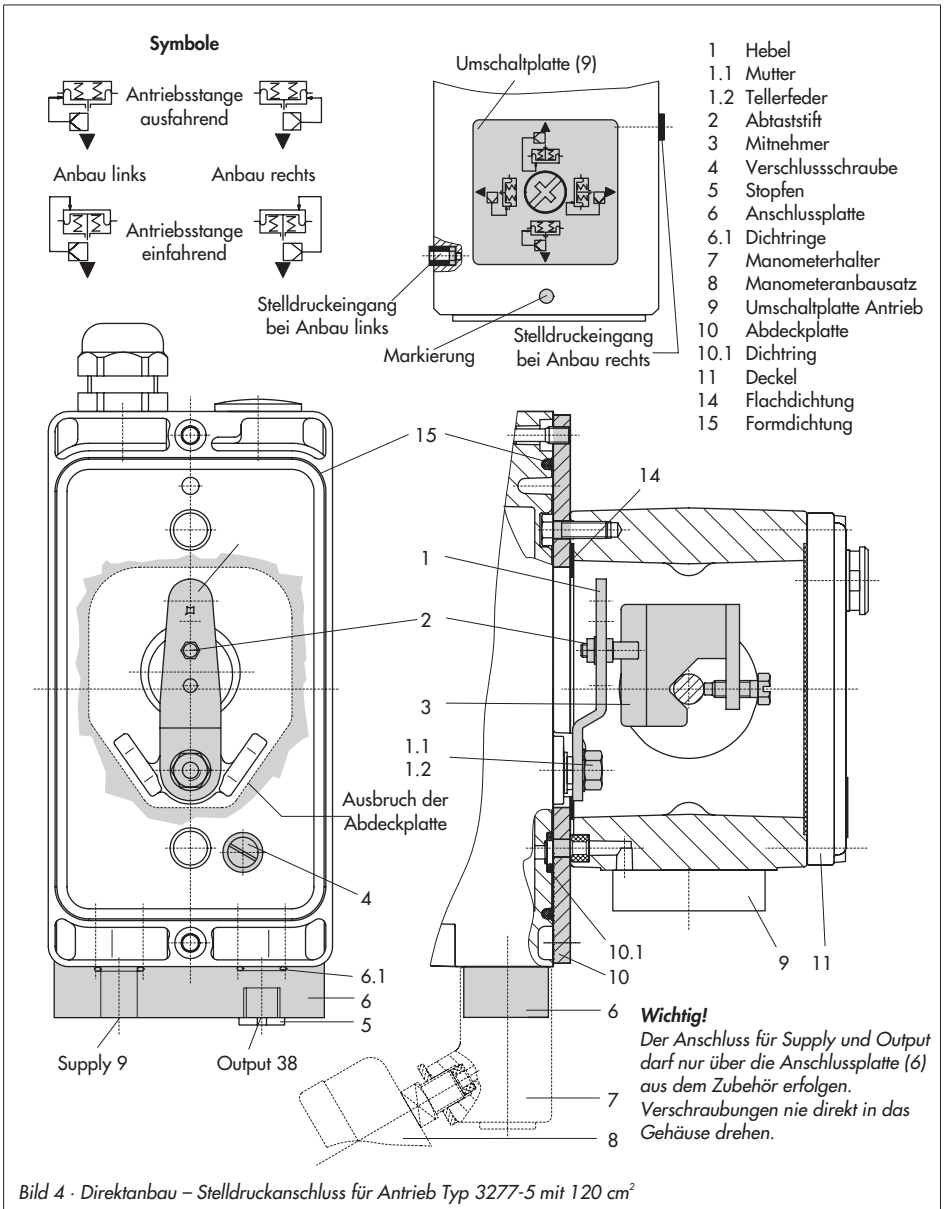

Bild 4 · Direktanbau – Stelldruckanschluss für Antrieb Typ 3277-5 mit 120 cm²
1. Anschlussplatte (6) oder Manometerhalter (7) mit Manometern am Stellungsregler montieren, auf richtigen Sitz der beiden Dichtringe (6.1) achten.
2. Verschlusschraube (4) auf der Stellungsreglerrückseite entfernen und den Stelldruckausgang „Output 38“ an der Anschlussplatte (6) bzw. am Manometerhalter (7) mit dem Stopfen (5) aus den Anbauteilen verschließen.
3. Mitnehmer (3) an die Antriebsstange setzen, ausrichten und so festschrauben, dass die Befestigungsschraube in der Nut der Antriebsstange sitzt.
4. Abdeckplatte (10) mit schmaler Seite des Ausbruchs (Bild 4 links) in Richtung zum Stelldruckanschluss befestigen, die aufgeklebte Flachdichtung (14) muss zum Antriebsjoch zeigen.
5. **Hub 15 mm:** Am Hebel **M** (1) auf der Stellungsreglerrückseite verbleibt der Abtaststift (2) auf Stiftposition **35** (Lieferzustand).